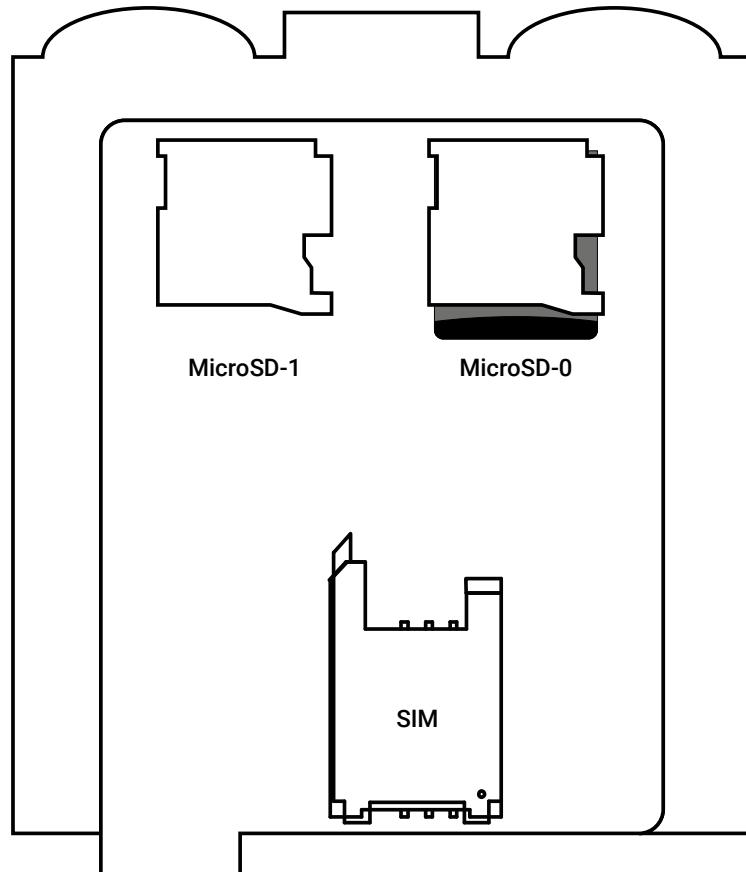

Рисунок 3. Плата прибора
- 4) Установите SIM-карту в держатель (см. рисунок 3).
14) Для работы прибора в VPN-сети необходимо поместить файл «vprn.json»⁵ с корректными настройками подключения на внешний накопитель, устанавливаемый в разъем MicroSD-1 (см. рисунок 3). Описание файла «vprn.json» приведено в руководстве по эксплуатации.⁶
Для ручной настройки сетевых параметров (IP-адрес, шлюз, маска, DNS) поместите файл «network.json»⁷ на внешний накопитель, устанавливаемый в разъем MicroSD-1 (см. рисунок 3). Перед этим откройте файл любым текстовым редактором (например, Notepad) и введите параметры в соответствии с конфигурацией вашей сети. При необходимости уточняйте параметры сети у вашего системного администратора.